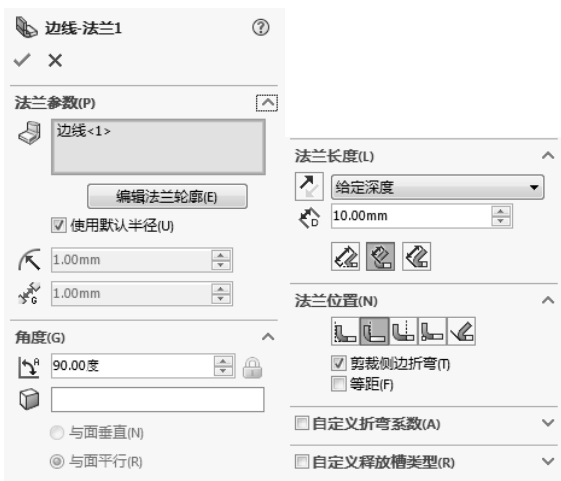
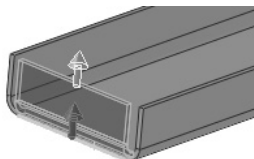
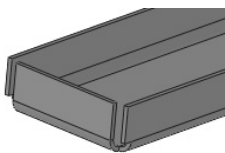

图 10-51 生成端面边线法兰的设置
图 10-52 选择边线
图 10-53 生成边线法兰
(6) 生成端面的边线法兰。单击“钣金”控制面板中的（边线法兰）按钮，或选择“插入”→“钣金”→“边线法兰”菜单命令，在“边线法兰”属性管理器法兰长度文本框中输入值“10”；选择“剪裁侧边折弯”，其他设置如图 10-51 所示，单击钣金零件端面的一条边线，如图 10-52 所示，生成边线法兰如图 10-53 所示。